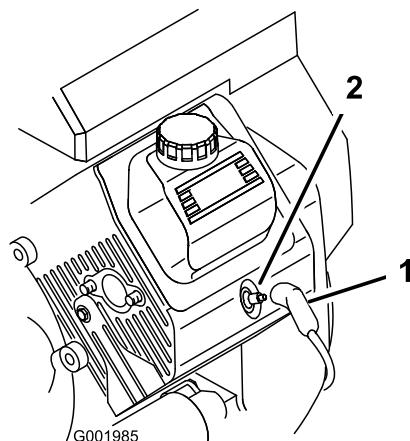

Figure 39
- Débranchez les fils des bougies (Figure 39).
3. Rebranchez le fil de la ou des bougies (Figure 39).